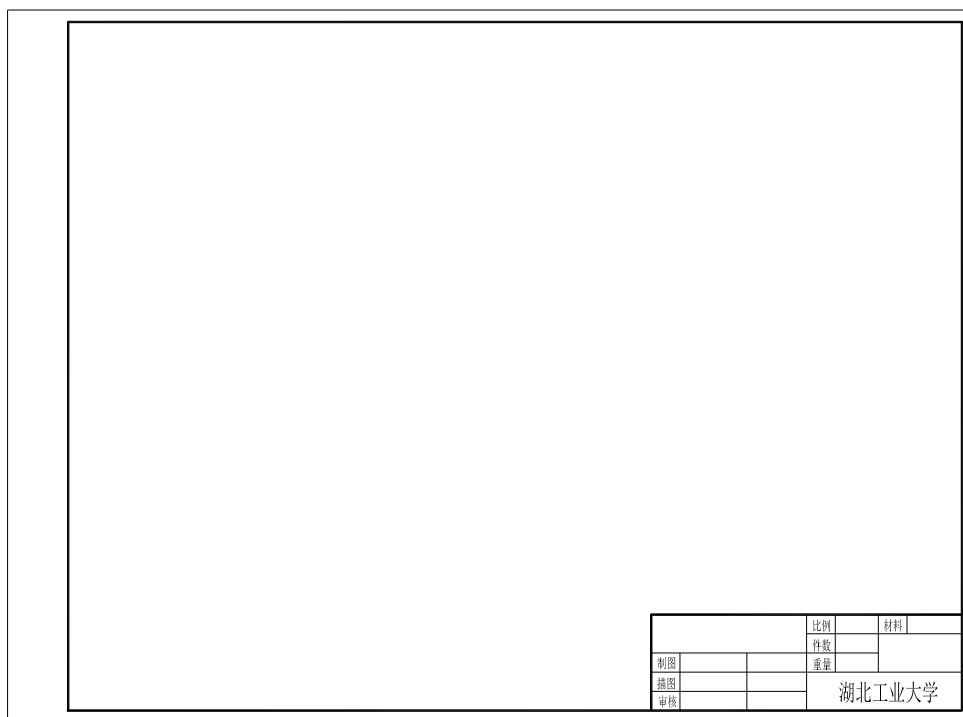

图 7-1 样板图形文件
1. 绘制图 7-1 所示 A3 的样板图形文件。
7.4.1 绘制图 7-1 所示的 A3 的样板图形文件
加入标题栏后的图形样板文件如图 7-1 所示。在完成图框、标题栏的绘制和绘图环境设置后, 就可以将它保存作为样板文件了。单击菜单“文件”|“另存为”命令, 系统打开“图形另存为”对话框, 在“文件名”文本框中输入“A3”, 在“文件类型”下拉列表框中选择“AutoCAD 图形样板 (*.dwt)”, 再单击“保存”按钮, 弹出“样板选项”对话框, 输入对该图形样板文件的描述和说明, 也可以省略不输入。单击“确定”按钮, 完成保存文件的操作。